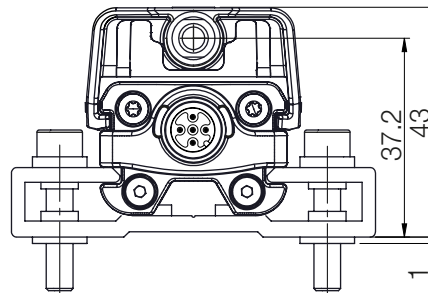
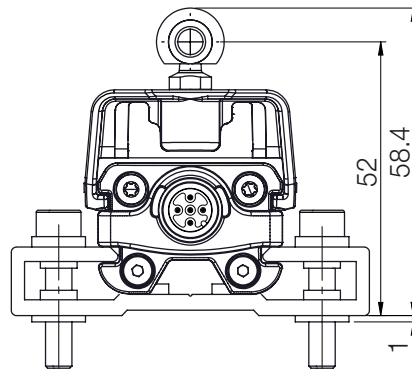
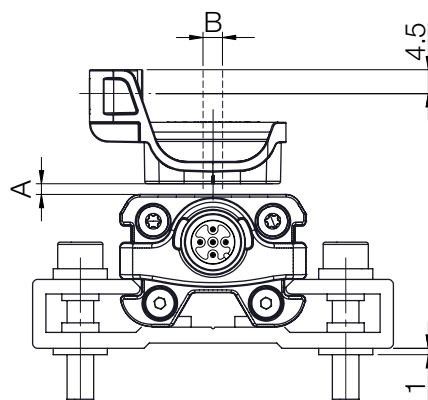
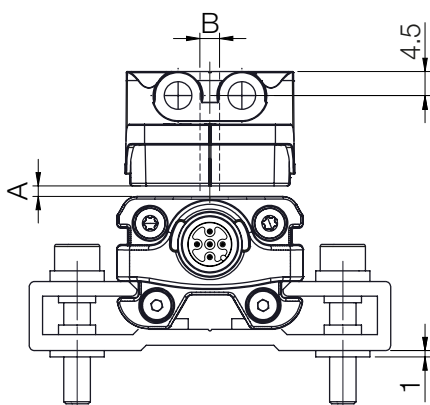

Рис. 5-1: Размеры и расстояния с BIR TG-IR-037-A
Рис. 5-2: Размеры и расстояния с BIR TG-IR-037-B
Рис. 5-4: Размеры и расстояния с BAM TG-IR-036-B
Рис. 5-3: Размеры и расстояния с BAM TG-IR-036-A
Быстрая индуктивная система измерения положения BIR подходит как для датчиков положения без направляющей, т. е. работающих по бесконтактному принципу (см. изображения Рис. 5-3 и Рис. 5-4), так и для датчиков положения с направляющей (см. изображения Рис. 5-1 и Рис. 5-2).
- Для расстояния А между датчиком положения и BIR и для среднего смещения В (см. изображения Рис. 5-3 и Рис. 5-4) должны соблюдаться следующие значения: